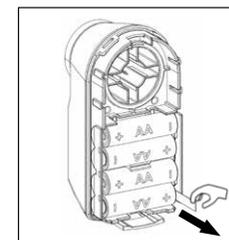

Fig. 2
8. Retire as faixas de proteção da pilha do compartimento da pilha da unidade do motor (fig. 2).